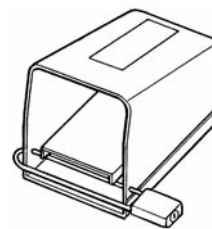

Figura 1 – Interruptor de Pie con pestillo
- Cuando no se use, ponga el pestillo en el interruptor de pie (Figura 1). Esto evita la puesta en marcha involuntaria de la máquina.